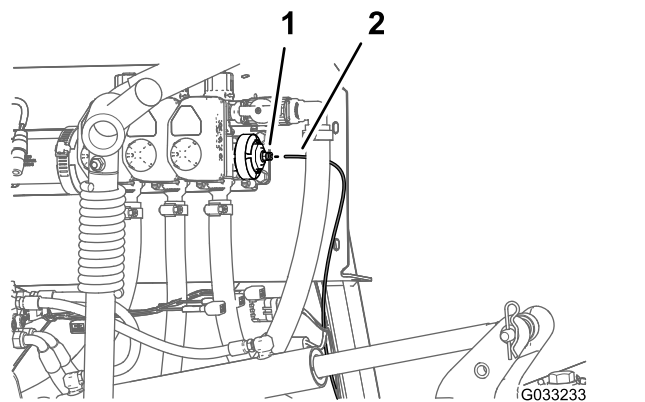

图25
1. 按住右喷洒臂段阀端盖中的管子连接器锁环图25。
2. 从管子连接器中拉出仪表板仪表压力传感管图25。